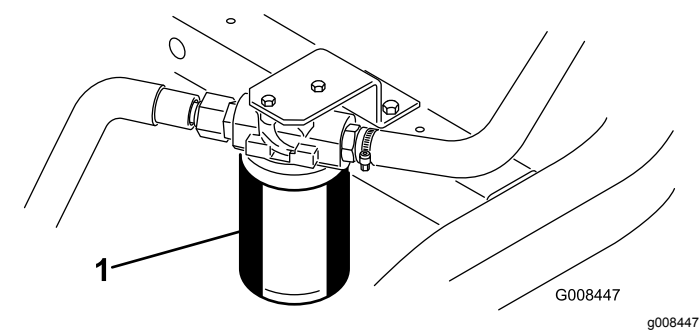

Figura 48
- 1. Limpie la zona de montaje del filtro (Figura 48). Coloque un recipiente debajo del filtro y retire el filtro.